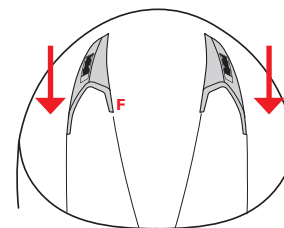

FIGURA 4
PRESA D'ARIA FRONTALI SUPERIORI — F — Figura 4/5
- Figura 4: Far scorrere i cursori verso l'estremità anteriore, in tal modo le prese d'aria saranno completamente chiuse.